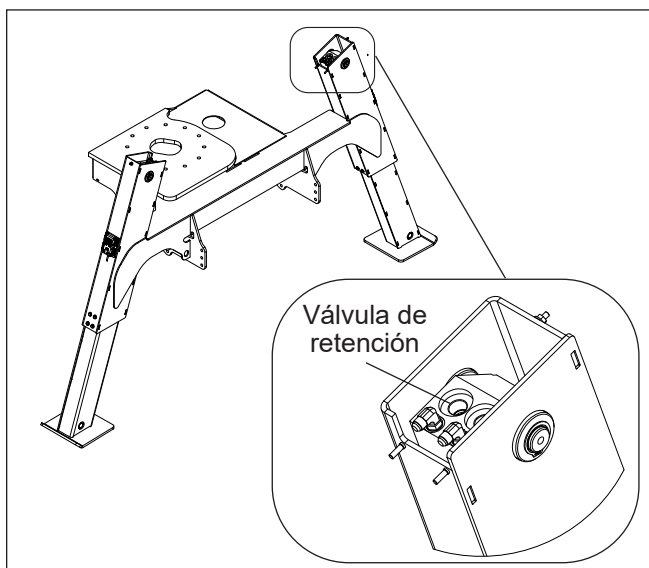

Figura 8.5 — Estabilizadores
5. El puerto de la válvula antirretorno operada por piloto designado V1 controla la extensión del cilindro y el puerto designado V2 controla la retracción. Ambos puertos se encuentran en la carcasa de la válvula. Esta carcasa se ubica en el extremo de la base del cilindro del estabilizador (consulte la Figura 8.5). Reemplace el cartucho de la válvula correspondiente y repita la prueba.